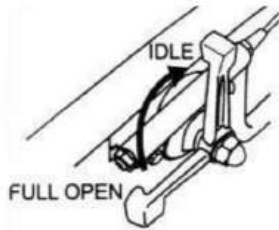

Abb. 11
1. Bewegen Sie den Gashebel schnell von der Position VOLL GEÖFFNET in die Position LEERLAUF (Abb. 11).